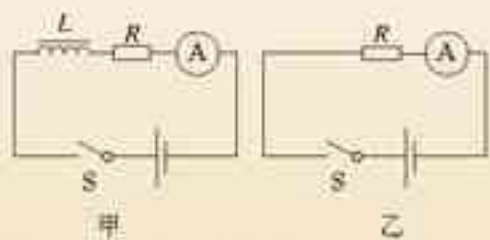

图 4.6-5 显示通电时线圈对电流影响的实验
1. 按图 4.6-5 甲连接电路，可以看到，开关闭合时电流是逐渐增大的。为了说明这一点，可以拆掉线圈（图 4.6-5 乙）再测一次。看看两次测得的电流—时间图象有什么不同。